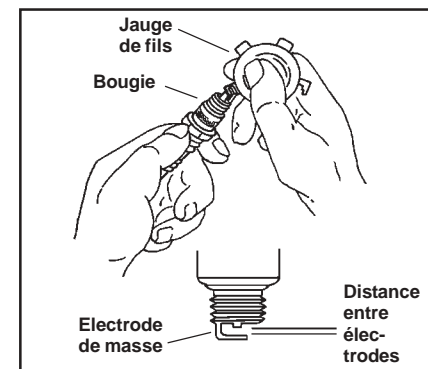

Figure 9. Contrôle de la distance entre électrodes des bougies.
**Toutes les 200 heures** de fonctionnement, enlever la bougie et contrôler son état. La remplacer si nécessaire ou, si elle est en bon état, rétablir la distance entre électrodes à l'aide d'une jauge d'épaisseur. Plier l'électrode de masse jusqu'à obtenir l'écartement spécifié. Voir figure 9. L'écartement entre électrodes est de 1 mm pour les moteurs monocylindre (sauf CS4-12 et CV16). Pour les moteurs CS4-12, CV16, SV470-610, et tous les moteurs bi-cylindre, la distance est de 0,75 mm. Serrer les bougies à **20 N·m** sur les moteurs CS4-12; à **28 N·m** sur les moteurs SV470-610 et sur tous les moteurs à deux cylindres et à **40 N·m** sur les moteurs CH/CV11-16, CV460-493.